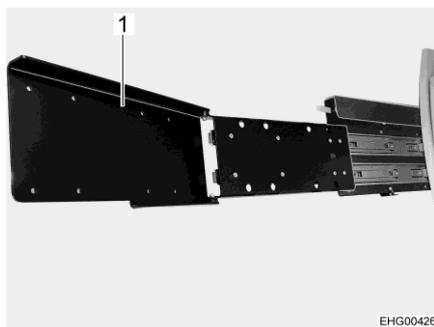

Fig. 84 Base estraibile (estratta e ribaltata)
- Per ruotare lo schermo piatto verso la zona di coda: Aprire la base estraibile (Fig. 84,1).